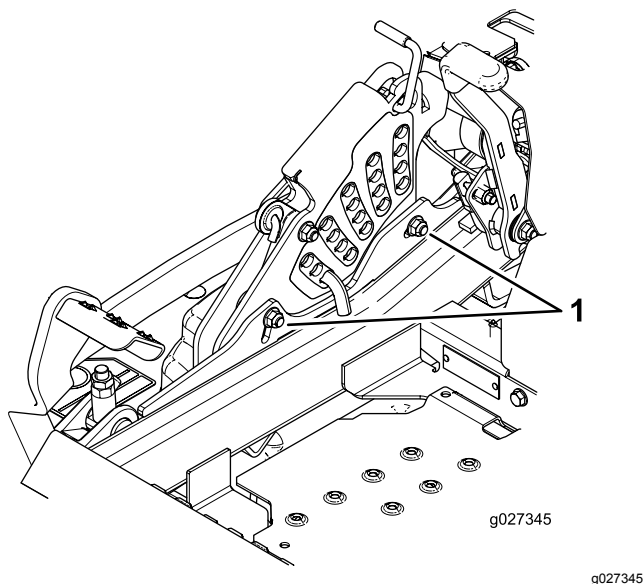

Figure 92
11. Pour régler le système monpoint, desserrez les 2 boulons au bas de la plaque de hauteur de coupe (Figure 92).
13. Serrez les 2 boulons au bas de la plaque de hauteur de coupe (Figure 92).